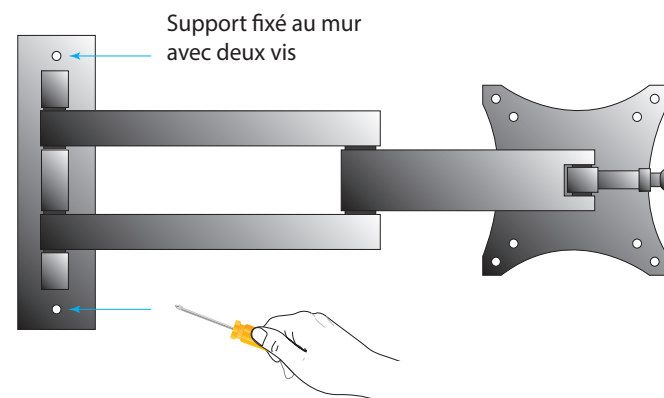

Fig. 1.3
- Fixez la plaque au mur à l'aide du matériel nécessaire (vis et ancrages muraux ou boulons à bascule si nécessaire) ; voir la Fig. 1.3.